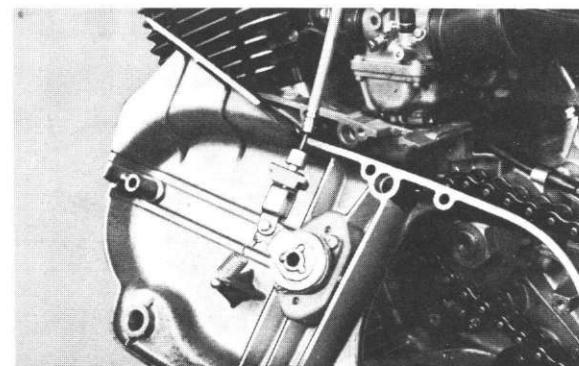

Fig. 4-1-5
5. Disconnect the clutch cable. (Fig. 4-1-5)
5. Débranchez le câble d'embrayage. (Fig. 4-1-5)
5. Kupplungskabel lösen. (Abb. 4-1-5)